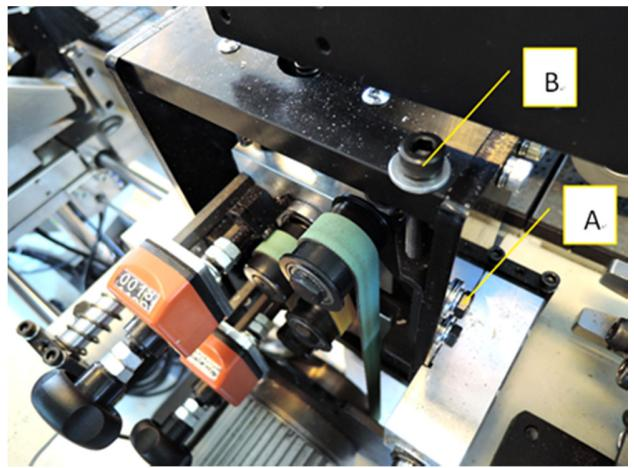

Рис. 8.2.10
1. При помощи ключа ослабьте гайку А (Рис. 8.2.10)
2. При помощи торцевого ключа отрегулируйте гайку В (Рис. 8.2.10), чтобы ослабить ремень.
4. Затяните гайку А (Fig 8.2.10), чтобы зафиксировать установку.